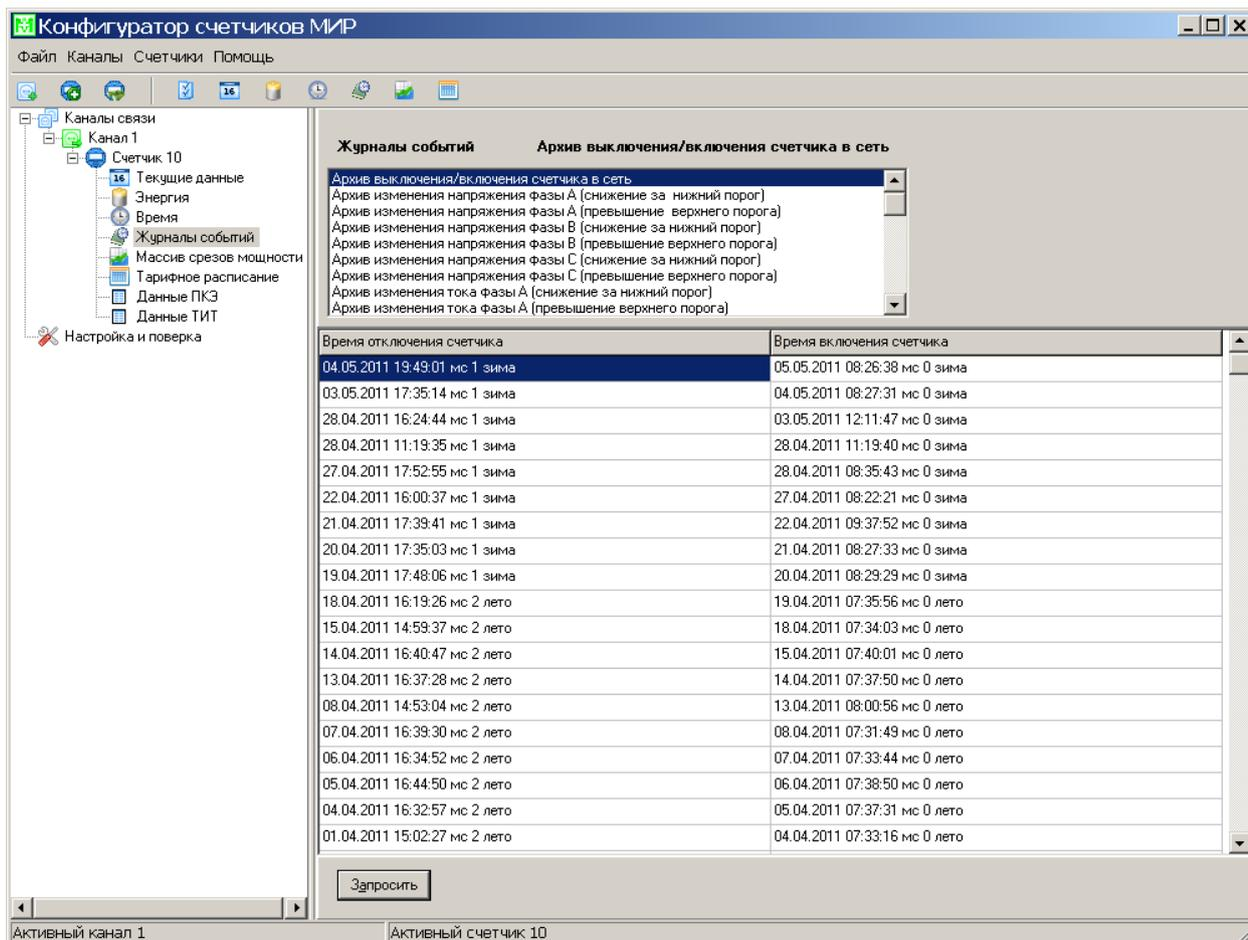

Рисунок 3.40
3.3.12.1 Панель *Журналы событий* (рисунок 3.40) открывается при выделении в главном окне в дереве объектов объекта с наименованием *Журналы событий*.